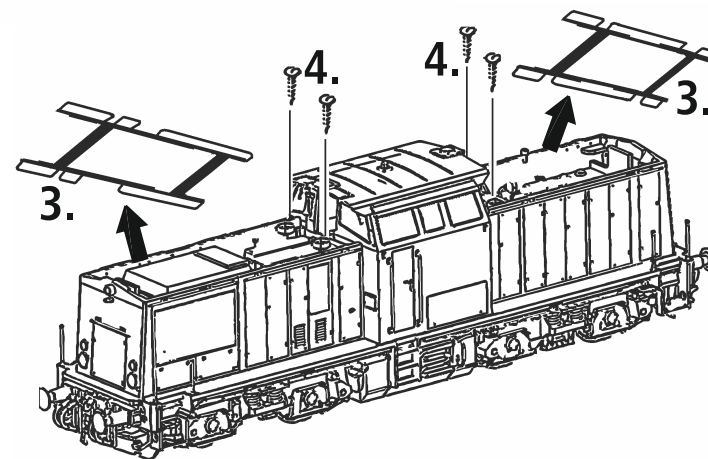

Fig. 4
**3. Haftreifenwechsel:** Zuerst die Drehgestellblenden abnehmen (Fig. 4). Danach die Haftreifen mit einer Nadel oder mit einem feinen Schraubendreher abziehen (Fig. 4). Beim Aufziehen der neuen Haftreifen darauf achten, dass diese sich nicht verdrehen.
**3. Échange des bandages d'adhérence:** Démontez d'abord les flancs de bogies. Délogez ensuite les essieux bandagés et enlevez, à l'aide d'une aiguille ou d'un tourne-vis fin, les bandages d'adhérence (fig. 4). Lors du montage des nouveaux bandages veuillez veiller à ce que les bandages ne soient pas tordues.
**3. Change of traction tyre:** first remove bogie blind. Remove **traction tyre** using a pin or a fine screwdriver (fig. 4). When pressing on the new traction tyre please **avoid twisting it**.